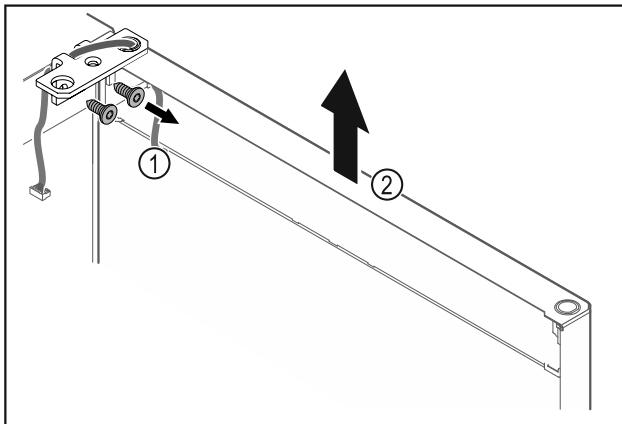

Fig. 28
- ▶ Odvignite kutne šarke Fig. 28 (1).
- ▶ Dignite vrata s kutnim šarkama Fig. 28 (2) cca 200 mm ravno prema gore i skinite ih.